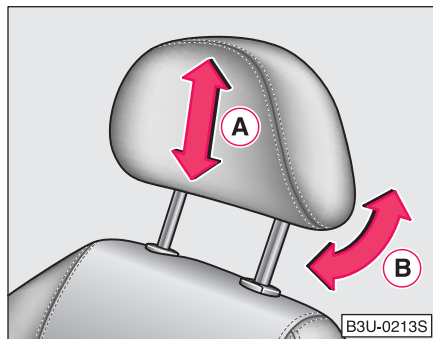

Fig. 44 Reglarea tetierelor
- Apucați tetiera cu ambele mâini și mișcați-o în sus sau în jos, în direcția săgeții (A) ⇒ Fig. 44. Protecția optimă este oferită atunci când marginea superioară a tetierei ajunge la înălțimea ochilor sau puțin mai sus.
- Unghiul de înclinație al tetierelor poate fi adaptat capului prin înclinarea tetierelor în direcția săgeții (B) ⇒ Fig. 44. Prin reglarea unghiului de înclinație al tetierelor este sporit confortul deplasării.